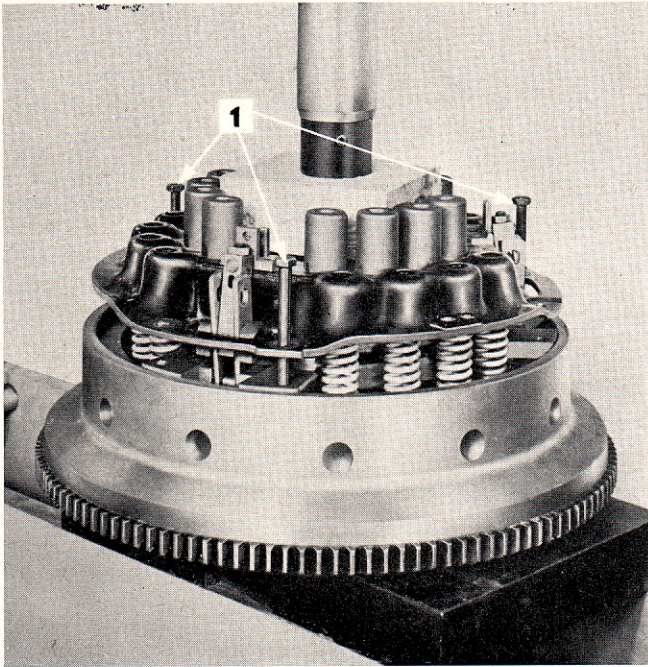

Figure 31: Pose du couvercle sur le plateau d'embrayage intermédiaire
6. Placer sous une presse l'embrayage posé sur le volant puis, après avoir interposé un bloc de bois sur le couvercle (Figure 31), abaisser l'arbre de la presse pour annuler la pression des ressorts. Extraire les six boulons spéciaux.
7. Introduire trois boulons de 89 mm de long à travers le couvercle et le plateau d'embrayage intermédiaire, et les visser dans les trous de boulon du volant (Figure 31). On est ainsi certain que le couvercle, en abaissant, prendra une position correcte lorsqu'on comprimera les ressorts.
8. Placer le volant et l'embrayage sous une presse, puis, après avoir placé un morceau de bois en travers du couvercle (Figure 31), appuyer sur le couvercle jusqu'à ce qu'il touche le plateau d'embrayage intermédiaire. S'assurer que dans la position qu'il occupe, le couvercle peut glisser le long des bossages du plateau d'embrayage de prise de force. Si certains ressorts ne prennent pas une position correcte dans les emboutis du couvercle, on peut les centrer en enfilant la tige conique d'un pointeau par les trous du couvercle correspondant à ces ressorts.